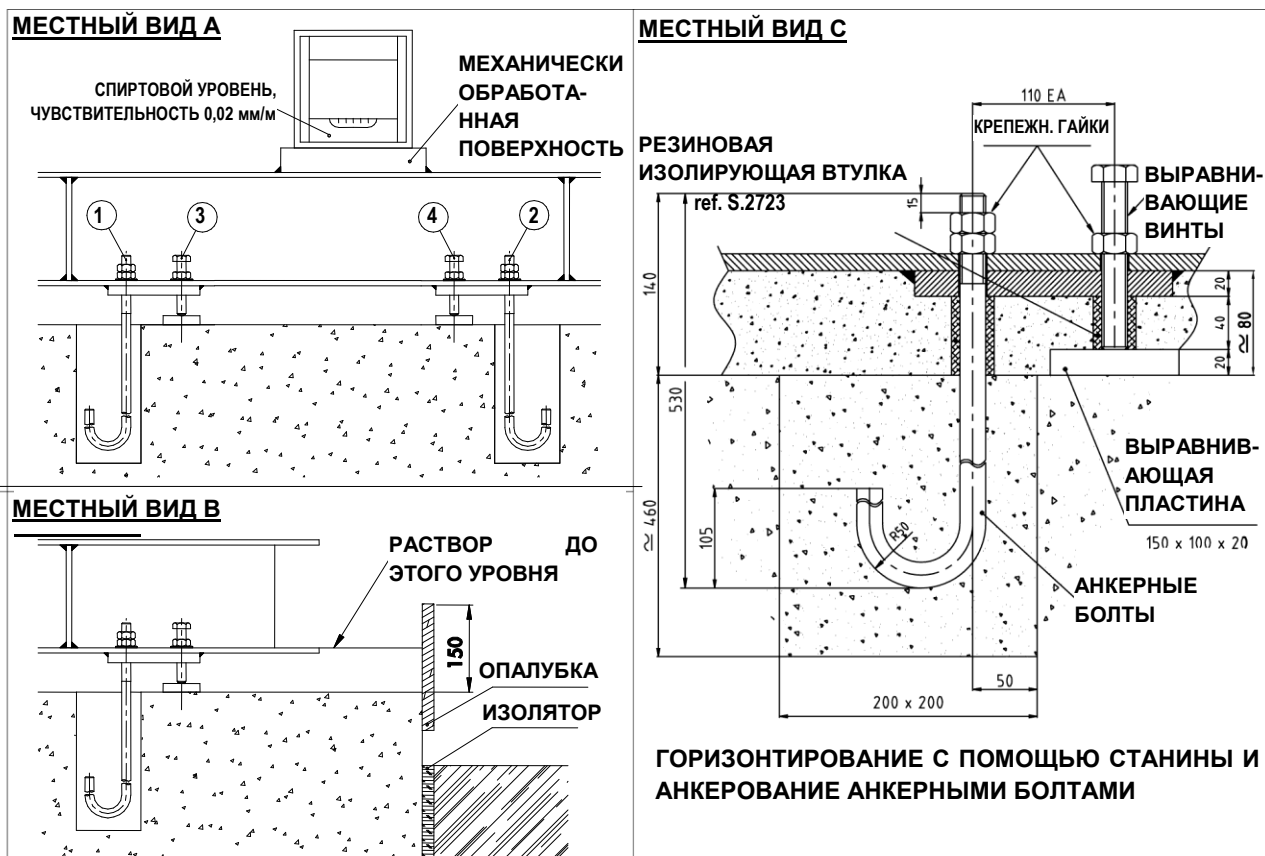

Рис. 2.4
2. Поднять станину примерно на один метр выше монолитного бетона. Установить выравнивающие винты и анкерные болты, как показано на местном виде А. Рис. 2.4. Проверить положения 15 мм и 50 мм.
регулируют, используя спиртовой уровень на финишной поверхности, как показано на местном виде С Рис. 2.4 с использованием комплектов выравнивающих винтов/анкерных болтов.
8. Очистить поверхности монолитного бетона и подготовить их для заливки цемента. Обеспечить опалубку, как показано на местном виде В Рис. 2.4. При установке на открытом воздухе обеспечить надлежащее дренирование для дождевой воды, учитывая геометрическую форму станины. Залить